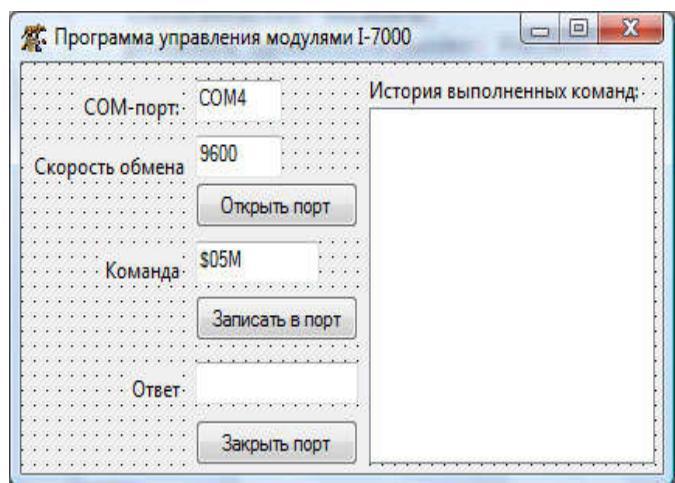

Рис. 54. Экранная форма приложения
2. Измените внешний вид экранной формы приложения (Form1), описанной в модуле «LazarusI7000.pas», так, как показано на рис. 54. Присвойте новые названия компонентам, располагающимся на форме: «СОМ-порт» - editNumPort; «Скорость обмена» - editSpeed; «Команда» - editCommand; «Ответ» - editAnswer; «Открыть порт» - buttonOpen; «Записать в порт» - buttonWrite; «Закрыть порт» - buttonClose; «История выполненных команд» - memoHistory.